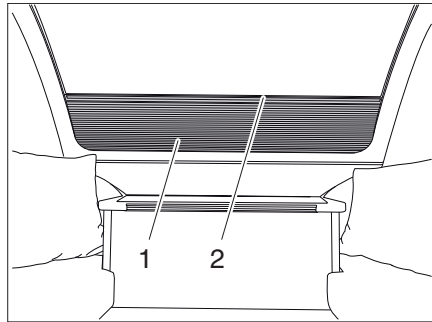

Bild 40 Verdunklungsrollo Bugfenster
- Schließen:** ■ Verdunklungsrollo an der Einkerbung (Bild 40,2) nach oben ziehen.
- Öffnen:** ■ Verdunklungsrollo (Bild 40,1) an der Einkerbung (Bild 40,2) nach unten ziehen.